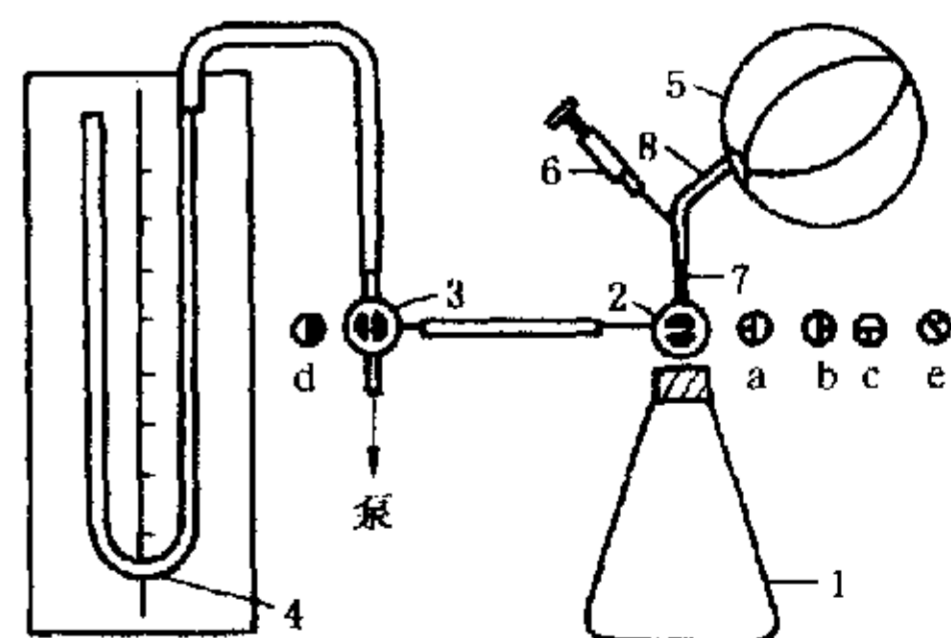

图 1 振荡吸收法取样系统示意
3.2.2 将预先准确测量过体积(V)的玻璃吸收瓶及充满六氟化硫气体的球胆,按图 1 所示安装好取样系统。将真空三通活塞 2 和 3 分别旋到 a 和 d 的位置,开始抽真空。当 U 形水银压差计液面稳定后(真空度达 13.3 Pa 时)再继续抽 2 min,然后将真空活塞 2 旋到 b 的位置,将吸收瓶 1 与真空系统连接处断开,停止抽真空。